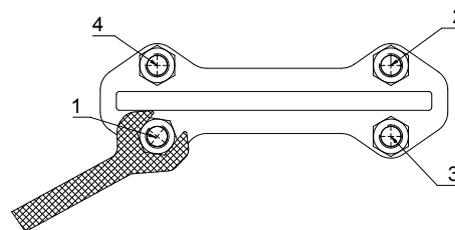

Рисунок 4: Затяжка гаек крышки сальника по схеме крест-накрест
13. Установите крышку сальника (8) на резьбовые шпильки (8a).
15. Установите седла (13), процедура описана в разделе А.
16. Затяните крышку сальника (8) затянув гайки (8c) равномерно по схеме крест-накрест, см. рисунок 4. Сальниковая набивка должна быть уплотнена равномерно по всему периметру. Рекомендуемый момент затяжки гаек крышки сальника см. в разделе D.
17. Крышка сальника (8) должна равномерно давить на сальниковую набивку (9). Крышка сальника (8) должна быть также соосна шибера (6), при этом расстояние между крышкой и шиберам должно быть одинаковым по всему периметру. Проверьте отсутствие контакта между металлическими поверхностями крышки (8) и шибера (6).
18. Извлеките пластиковый или деревянный круглый брусок из отверстий для промывки и установите заглушки (55).
4. Ослабьте гайки (8c) на крышке сальника (8).
5. Снимите крышку сальника (8) с резьбовых шпилек (8a).
6. Удалите жгуты сальниковой набивки (9) и нижний грязесъемник (9a).
8. Установите нижний грязесъемник (9a) на дно сальниковой коробки. Приступите к монтажу первого жгута (9) на одной из продольных сторон шибера (6). Чтобы протолкнуть жгут в сальниковую коробку, пользуйтесь тупым пластмассовым или деревянным инструментом и молотком. Убедитесь, что концы жгута стыкуются надлежащим образом. Важно, чтобы первый жгут прилегал к днищу сальниковой коробки плотно и равномерно. Стык второго и третьего жгутов должен находиться на противоположной стороне стыка предыдущего жгута, а не поверх каждого другого
9. Установите крышку сальника (8) на резьбовые шпильки (8a).
11. Затяните крышку сальника (8) затянув гайки (8c) равномерно по схеме крест-накрест, см. рисунок 4. Сальниковая набивка должна быть уплотнена равномерно по всему периметру. Рекомендуемый момент затяжки гаек крышки сальника см. в разделе D.
12. Крышка сальника (8) должна равномерно давить на сальниковую набивку (9). Крышка сальника (8) должна быть также соосна шиберу (6), при этом расстояние между крышкой и шибером должно быть одинаковым по всему периметру. Проверьте отсутствие контакта между металлическими поверхностями крышки (8) и шибера (6).